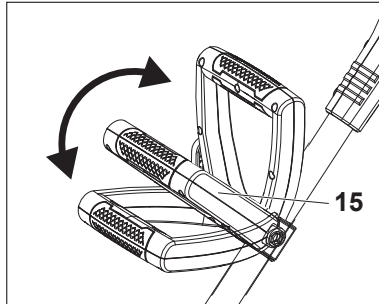

Fig. 12
2. Rode a pega auxiliar (15) para cima ou para baixo para ajustar o ângulo (Fig. 12).